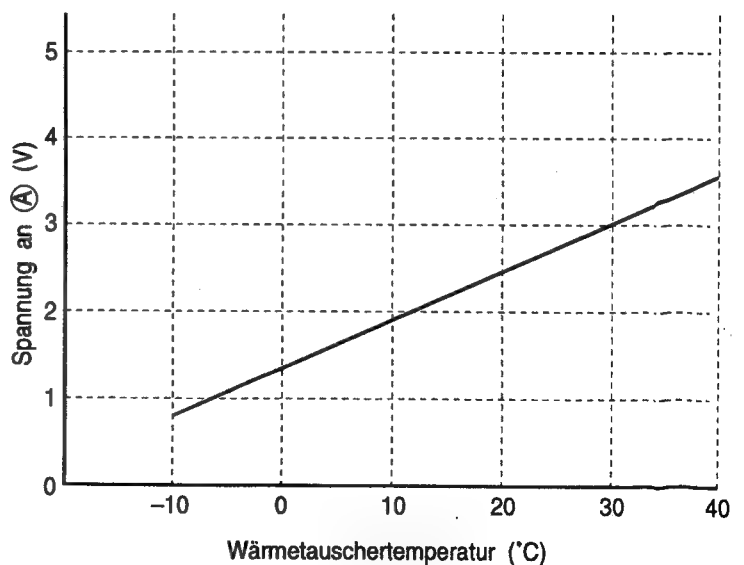

Abb. 6-2
- (1) Vorwärmung
- (2) Niedertemperatur-Entfrosten während Kühl- und Entfeuchtungsbetrieb.
- (3) Feststellung des Betriebsausfalls des Umschaltventils oder der Öffnung des Thermistors für Wärmetauschartemperatur.
Die Spannung an (A) hängt von der Temperatur des Wärmetauschers ab, wie es in Abb. 6-2 dargestellt ist.